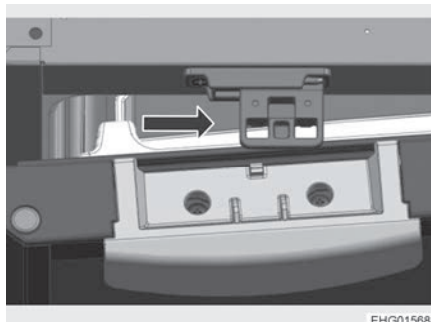

Fig. 136 Dispositivo di chiusura
- Spingere il dispositivo di chiusura verso destra (Fig. 136, freccia).